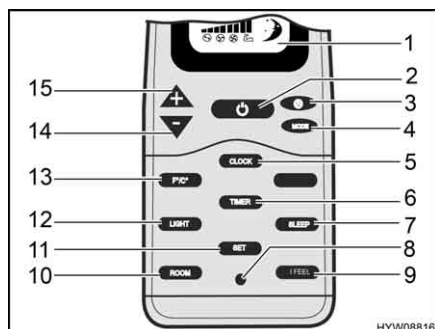
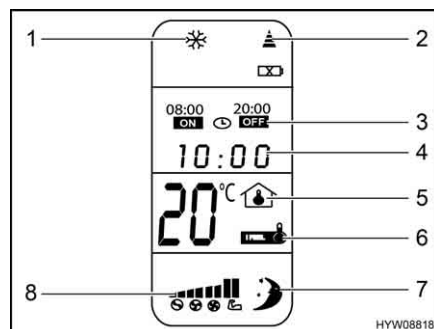

Fig. 54 Telecomando
Fig. 55 Display digitale
- Se l'impianto di climatizzazione è in modalità standby: Premere il tasto On/Off (Fig. 54,2) sul telecomando.
- Premere il tasto On/Off (Fig. 54,2) sul telecomando. L'impianto di climatizzazione passa in modalità standby.
- Premere il tasto invio (Fig. 54,11) sull'unità a soffitto. Le impostazioni vengono trasmesse tutte insieme all'impianto di climatizzazione e la ricezione è confermata dall'emissione di un segnale acustico.
- Premere il tasto ora (Fig. 54,5) finché l'indicazione dell'ora (Fig. 55,4) lampeggia.
- Impostare l'ora attuale con i tasti "+" (Fig. 54,15) e "-" (Fig. 54,14).